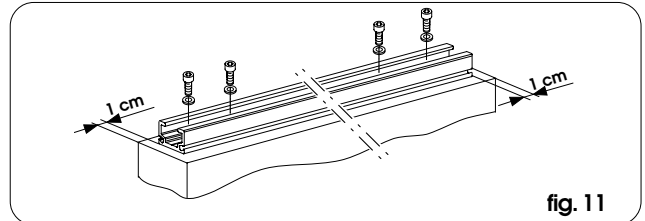

fig. 11
- Monteer het bevestigingsprofiel van de vleugel aan de bovenkant van de vleugel met de juiste schroeven; neem hierbij de maten van fig. 11 in acht.